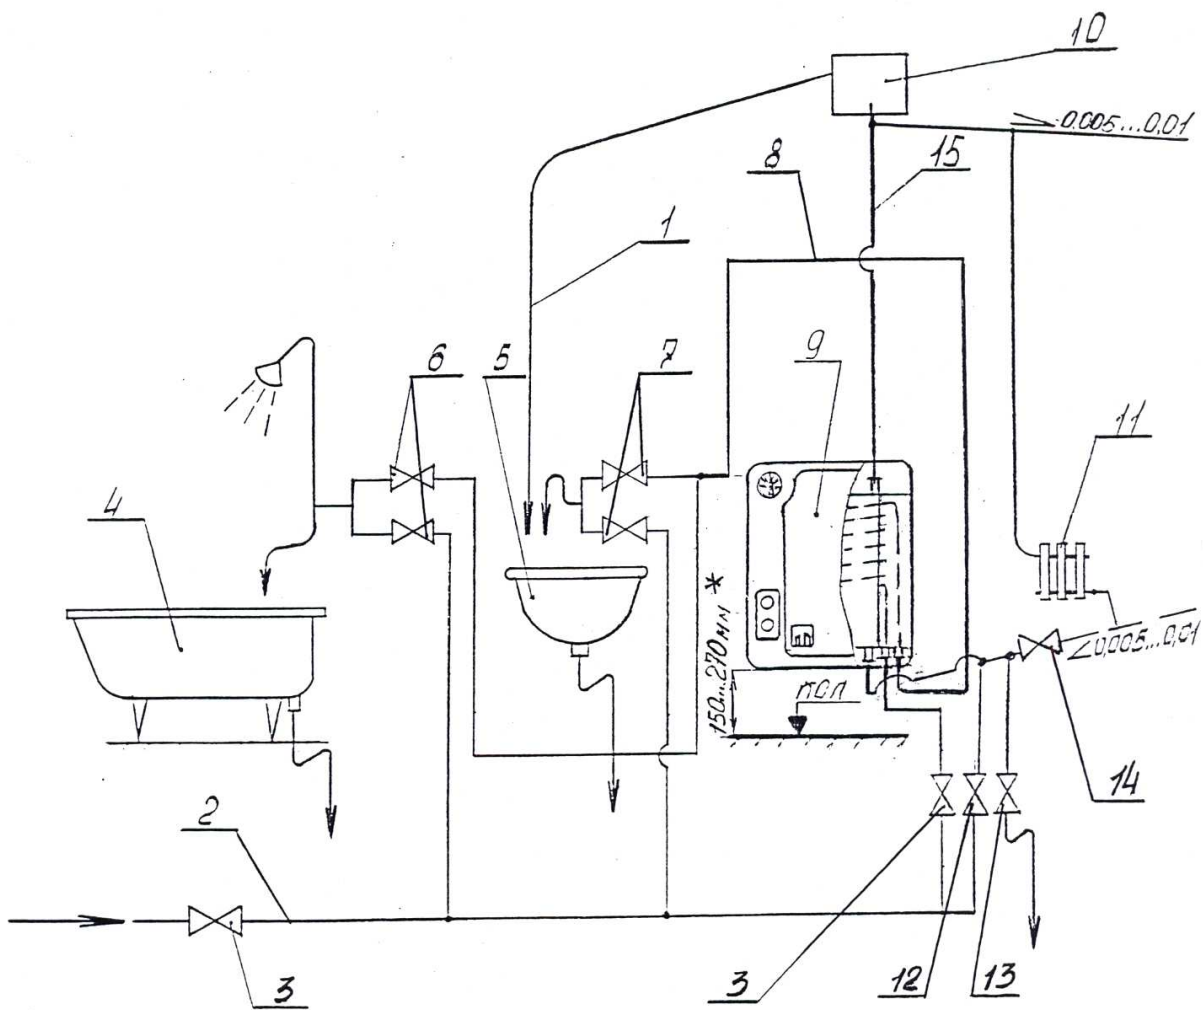

Рис. 5 Примерная схема установки котла с гравитационной системой отопления.
5.14 Примерная схема установки котла в открытой гравитационной системе отопления и подключение к системе хозяйственного водоснабжения приведена на рис.5. При подключении котла к системе хозяйственного водоснабжения на входе в котел необходимо установить сетчатый фильтр с размером ячейки не более 3х3 мм.
2\*\* В случае применения принудительной циркуляции теплоносителя котлы могут быть установлены на любой удобной высоте при условии доступа к элементам управления, розжига и контроля. Для гравитационных отопительных систем высоту  $H$  см. рис.5.
4) контролировать наличие воды в расширительном баке и, при необходимости, доливать воду (для открытой отопительной системы, см. рис.5);